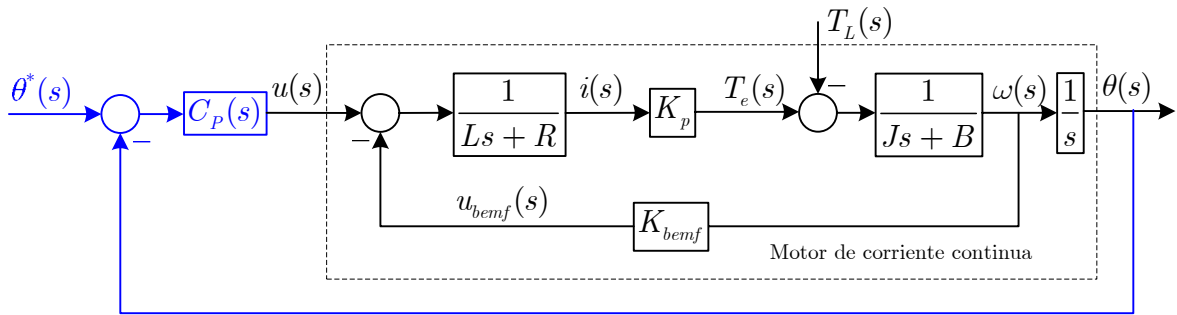

Figura 1: Control clásico del motor de corriente continua.
1. Para el motor de continua descrito en la prepráctica ($J = 0,0271\text{m}^2$, $B = 0,00776\text{Nm}/(\text{rad}/\text{s})$, $L = 0,0068\text{H}$, $R = 1,1648\Omega$, $K_p = 0,55\text{Nm}/\text{A}$, $K_{bemf} = 0,55\text{V}/(\text{rad}/\text{s})$) diseñar un regulador PI clásico, como el mostrado en la figura 1, para controlar la posición del motor. Puede utilizarse la herramienta `rltool` para sintonizar este regulador. Probar varios reguladores hasta obtener uno con respuesta satisfactoria ante entrada escalón en la consigna (no se deben emplear más de 15 minutos para elegir uno de los reguladores posibles).